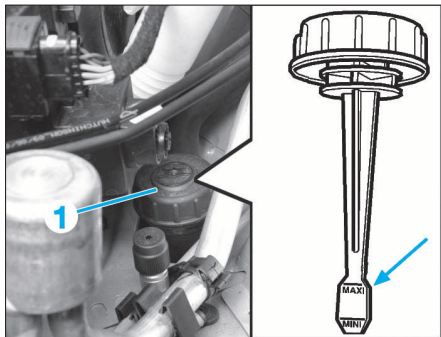

FIG. 20
- Ouvrir le bouchon de remplissage (1) (Fig.20)
- Remplir le réservoir d'assistance de direction jusqu'au repère maxi du bouchon (1) (Fig.20).